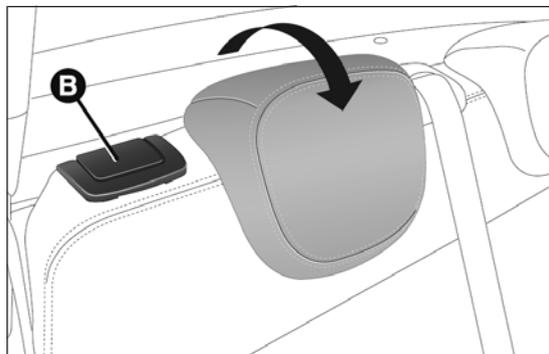
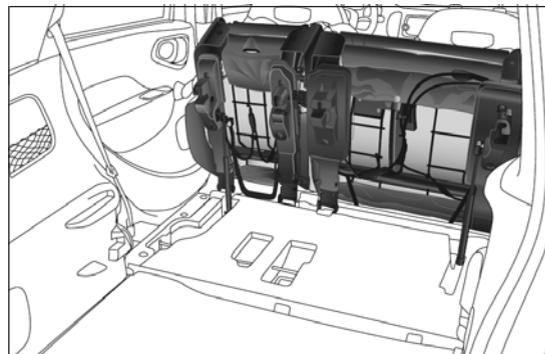

fig. 90
fig. 91
- ❑ soulever le levier de décrochage B fig. 90 pour rabattre la partie gauche ou droite du dossier : le dossier et le coussin seront rabattus automatiquement vers l'avant (voir fig. 91). Si nécessaire, accompagner le dossier dans la première partie du rabattement.